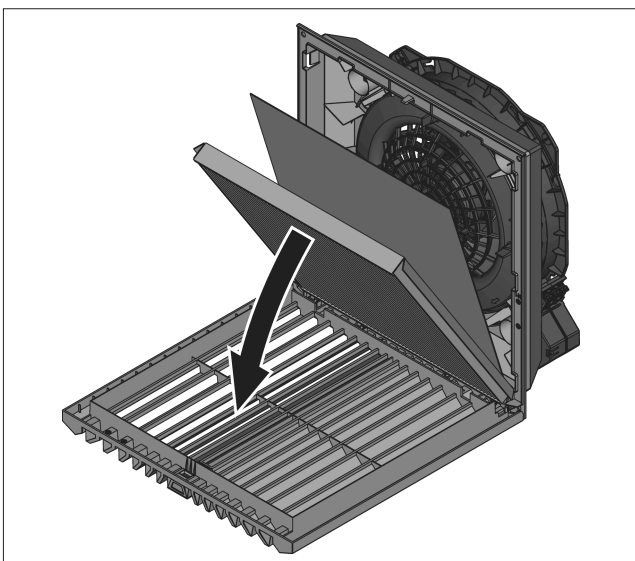

图 16: 安装 IP55 折叠过滤垫
- 仅适用于 IP55: 将随 IP55 折叠过滤垫提供的吸附垫放在已装入的折叠过滤垫上 (参见图 16)。吸附垫的安装方向随意。